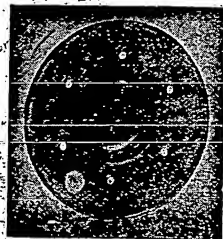

Рис. 8.
8. Подфарники грузовых автомобилей маскируются вставками (рис. 8), устанавливаемыми между прокладкой стекла и корпусом.